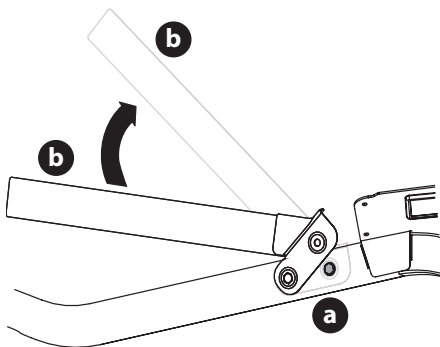

Fig. 3
1. Retirez les deux boulons (a) partiellement installés sur le châssis (Fig. 3).
2. Tournez l'arceau (b) pour le mettre en position (Fig. 3).